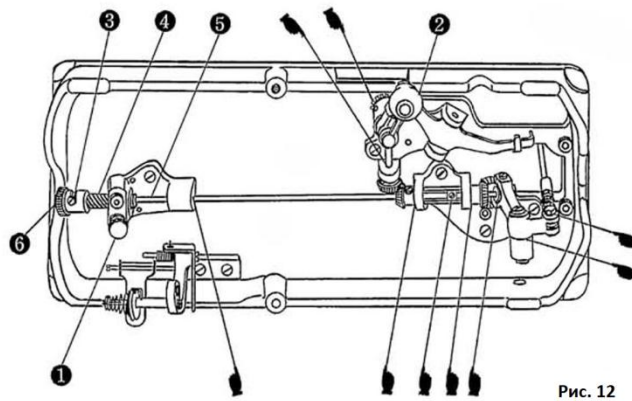

Рис. 12
14. Петлитель (рис. 12)
С помощью механизма останова выведите машину из движения и убедитесь в ее полной остановке. Во избежание возможной поломки иглы, поднимите иглодержатель, затем снимите игольную пластину, предварительно ослабив барашковый винт 1 (см. рис. 12), и обратите внимание на канавку петлителя, которая, в его стандартном положении, должна находиться сзади и слегка слева от иглы, в то время как рукоятка 2 направлена вперед.
Откиньте швейную головку назад и поверните рукоятку 2 (см. рис. 12) и винт (В) (см. рис. 4) по направлению вперед. Ослабьте установочный винт 3 (см. рис. 12) ведущей червячной шестерни 4 и слегка поворачивайте шестерню до тех пор, пока канавка петлителя не займет свое стандартное положение, как это описано выше. По завершении установки, когда червячная шестерня выровняется с валом петлителя 5, затяните установочный винт 3.
Плетеный стежок формируется благодаря тому, что машина выполняет стежки в свободных петлях материала. Для этого поверните рукоятку К (см. рис. 4) по направлению к себе, ослабьте винт В и поверните игловодитель А так, чтобы крючок иглы был направлен точно на заднюю сторону швейной головки, затем затяните винт В.левой рукой поверните влево рифленый наконечник 6 (см. рис. 12) ведущей червячной шестерни 4 внизу швейной головки и, удерживая его, поверните рукоятку 2 по направлению назад, затем отпустите рифленый наконечник червячной шестерни.